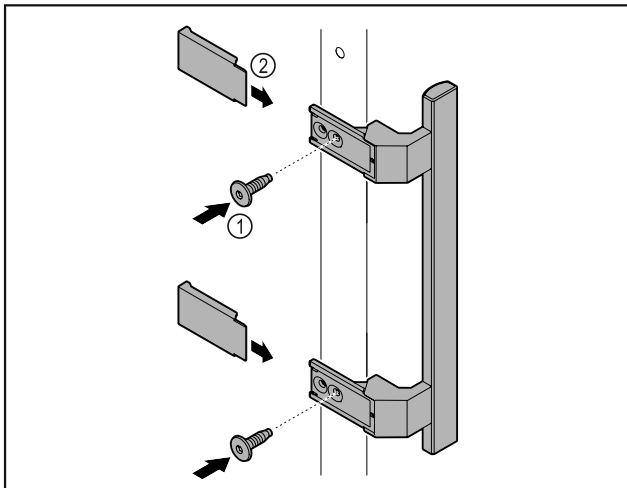

Fig. 8
- ▶ Montare sulla porta la maniglia contenuta nella confezione con le viti annesse Fig. 8 (1).
- ▶ Applicare la copertura Fig. 8 (2).